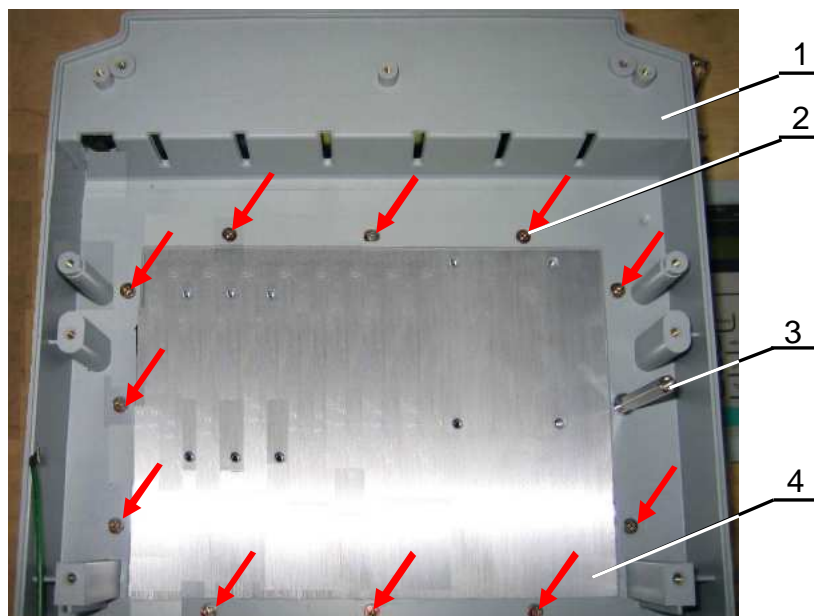

Рис. 6.26
6.18.1. Выкрутить одиннадцать винтов 2 и стойку 3 крепления радиатора 4 к нижней части корпуса 1 (рис. 6.26). Вынуть радиатор из нижней части корпуса. Положить радиатор и винты в тару.